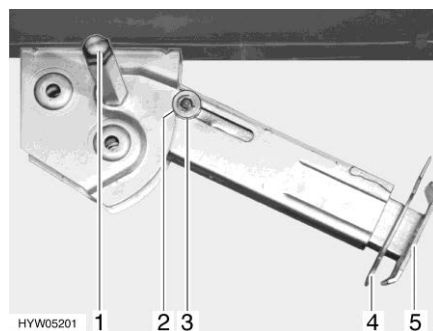

Bild 26 Hubstütze
- Am Sechskant (Bild 26,1) den Steckschlüssel aufstecken und drehen, bis die Hubstütze senkrecht nach unten steht.
- Splint (Bild 26,4) aus der Stützfußverlängerung (Bild 26,5) herausziehen.
- Am Sechskant (Bild 26,1) den Steckschlüssel aufstecken und drehen, bis die Hubstütze wieder vom Boden frei ist.
- Stützfußverlängerung (Bild 26,5) ganz einschieben und Splint (Bild 26,4) in die vorgesehene Bohrung an der Stützfußverlängerung stecken.
- Mit Steckschlüssel am Sechskant (Bild 26,1) drehen, bis Hubstütze nach oben geschwenkt und die Führungsscheibe (Bild 26,3) vollständig in die Kerbe (Bild 26,2) eingefahren ist.